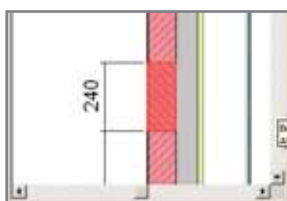

Рис. 6. Зададим новый материал для одного из участков стены
9. В окне предварительного просмотра выделите участок 240 мм: расположите курсор на нижней разделительной части и щелкните в нее (рис. 6).